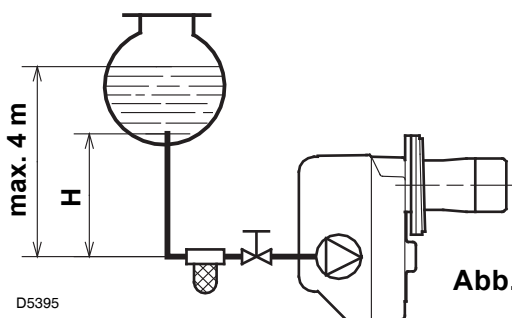
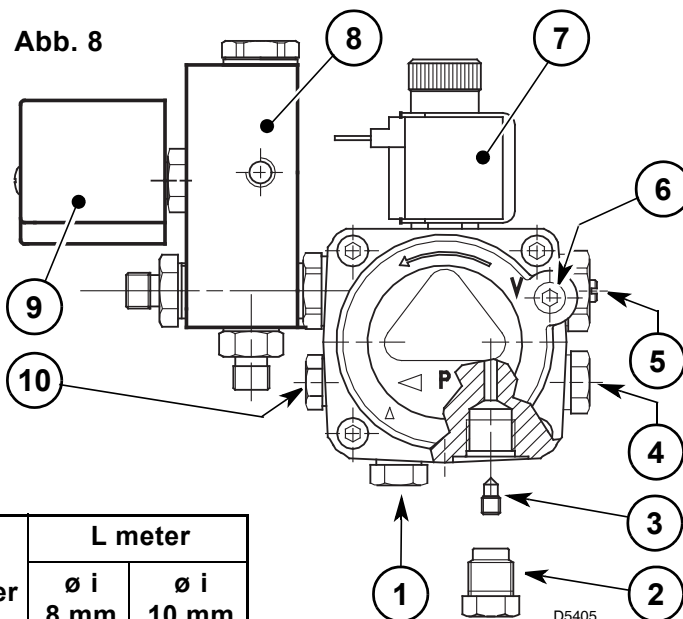

Abb. 7
Abb. 8
- Die Pumpe ist werksseitig für den Zweirohr-Betrieb eingerichtet. Wird ein Pumpen-Einrohrbetrieb für notwendig erachtet, so ist der Rücklauf-Schlauchleitungsstopfen (2) zu lösen und die By-Pass Schraube (3) zu entfernen. Danach ist der Rücklauf-Schlauchleitungsstopfen wieder einzuschrauben. (Siehe Abb. 8).
Bei der in Abb. 7 dargestellten Anlage ist es ausreichend, wenn man den Vakuummeteranschluß (6, Abb. 8) lockert und das Austreten des Brennstoffes abwartet.